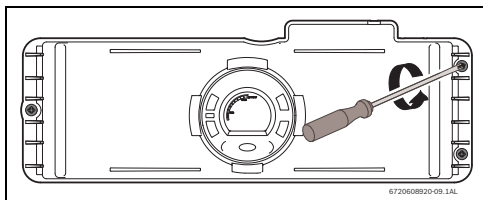
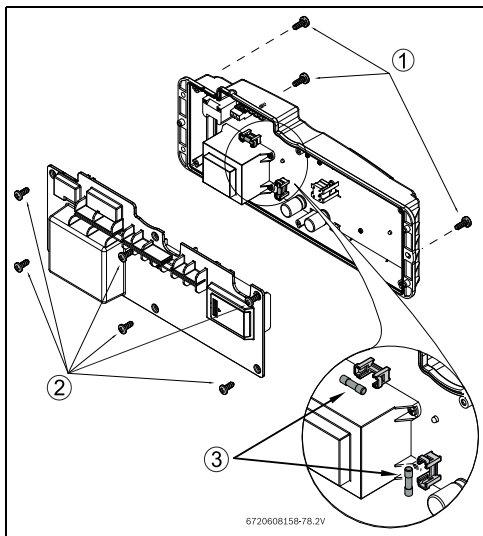

Fig. 44
Fig. 45 Ubicación de los fusibles
- ▶ Aflojar tres tornillos en la parte delantera de la caja electrónica (Fig. 44 y Fig. 45, [1]).
- ▶ Halar la caja electrónica para acceder a los seis tornillos en la parte posterior y retirarlos (Fig. 45, [2]).